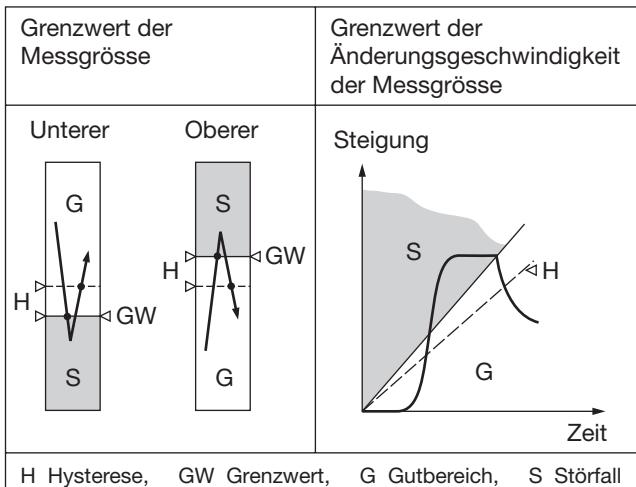

Bild 3. Schaltverhalten, je nach Grenzwert-Typ.
- zur Überwachung der Messgröße als unterer oder oberer Wert zwischen -10 und +110%2 (siehe Bild 3, links)
zwischen ± 1 und ± 50%/s2 (siehe Bild 3, rechts)